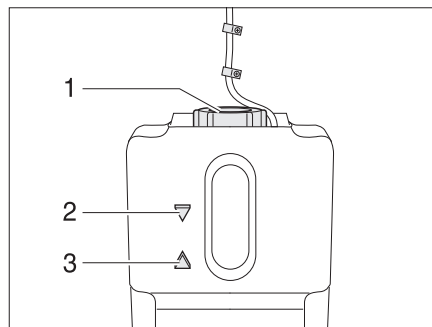

Fig. 269 Recipiente de compensación para la calefacción de agua caliente
- Comprobar si en el recipiente de compensación (Fig. 269) el líquido está entre las marcas "MIN" (Fig. 269,3) y "MAX" (Fig. 269,2).
- Abrir la tapa giratoria (Fig. 269,1) del recipiente de compensación.